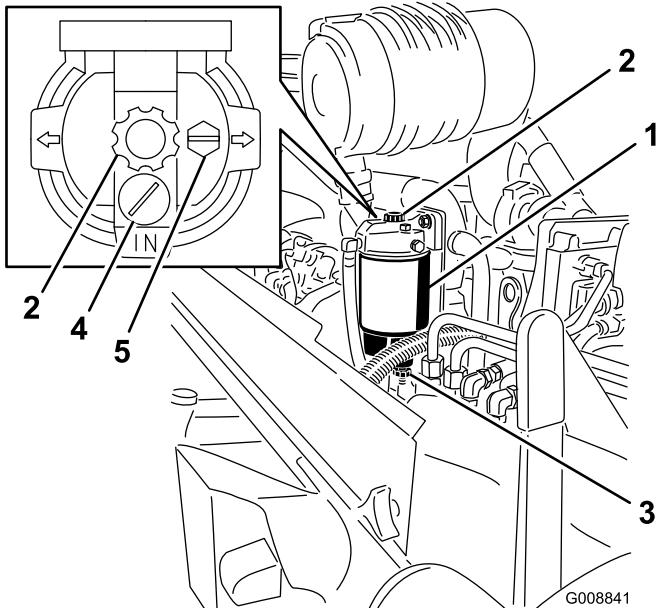

Рисунок 62
- Подставьте под водоотделитель чистую емкость (Рисунок 62).
- Откройте сливную пробку и включите насос для слива загрязнений (Рисунок 62).
- Ослабив вентиляционную пробку и открыв сливную пробку, слейте некоторое количество топлива (Рисунок 62).